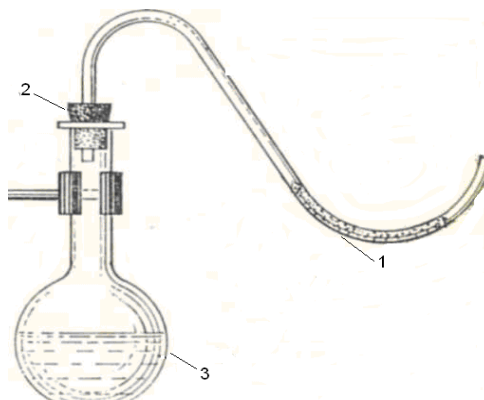

Рисунок 1. Прибор для восстановления оксида меди (II): 1 – изогнутая трубка, 2 – пробка, 3 – колба.
Небольшое количество остывшего оксида меди (II) поместите тонким слоем в изогнутую стеклянную трубку 1 (внутренний диаметр 6–8 мм), закрепленную в резиновой пробке 2 (рис. 1). Колбу 3 ёмкостью 100–150 мл закрепите в лапке штатива, налейте в нее 30–40 мл 2 М раствора серной кислоты. Внесите 2–3 кусочка цинка и закройте колбу пробкой с отводной трубкой, в которую был помещен оксид меди (II). Через 3–4 мин, когда воздух из прибора будет вытеснен водородом, нагрейте трубку с оксидом меди (II) слабым пламенем горелки. Как изменяется цвет осадка? Почему?
Определение производится с помощью прибора (рис.1), состоящего из измерительной бюретки (1) на 25...50 мл, двухколенной пробирки Оствальда (2) и уравнивательной склянки или бюретки (3).
1. В одно из колен пробирки Оствальда (2) поместите навеску металла, полученную у лаборанта.
3. Плотнo закройте пробирку Оствальда (2) пробкой и закрепите её в штативе.
4. Проверьте прибор на герметичность, для чего уравнительный сосуд (3) поднимите на 10...15 см и закрепите в этом положении. Если прибор герметичен, то уровень жидкости в нём остается постоянным. Если прибор не герметичен, проверьте, плотно ли закрыта пробирка Оствальда (2) пробкой.
5. Установите бюретку (1) и сосуд (3) таким образом, чтобы жидкость в них находилась на одном уровне. Отметьте положение уровня жидкости (мениска) в бюретке (1) –  $V_1$ .
6. Осторожно поверните пробирку (2) так, чтобы кислота перелилась в колено, где находится металл.
7. После полного растворения металла приведите положение жидкости в бюретке (1) и сосуде (3) к одному уровню.
8. Точно отметьте положение мениска жидкости в бюретке (1) –  $V_2$ . Определите объём выделившегося водорода.